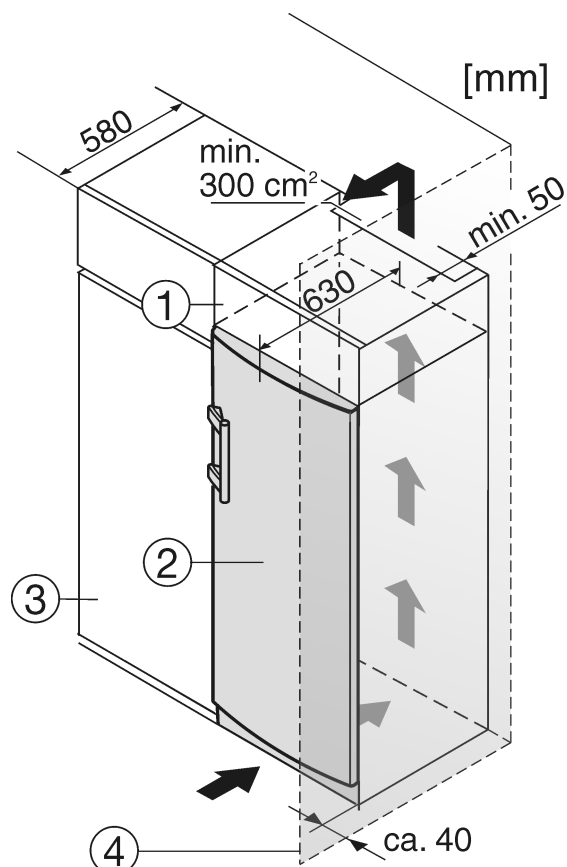

Fig. 8
- (1) Nastavná skříňka
- (2) Přístroj
- (3) Kuchyňská skříň
- (4) Stěna
Při montáži do kuchyňských skříní (hloubka max. 580 mm) lze přístroj instalovat hned vedle kuchyňské skříňe Fig. 8 (3). Dvířka přístroje přesahují přední stěnu kuchyňské skříňe na stranách o 34 mm a uprostřed o 50 mm. To umožňuje jejich volné otevírání a zavírání.
Když se přístroj instaluje závěsy vedle stěny Fig. 8 (4), musí být vzdálenost přístroje od stěny alespoň 40 mm. To odpovídá přesahu madla při otevřených dvířkách.